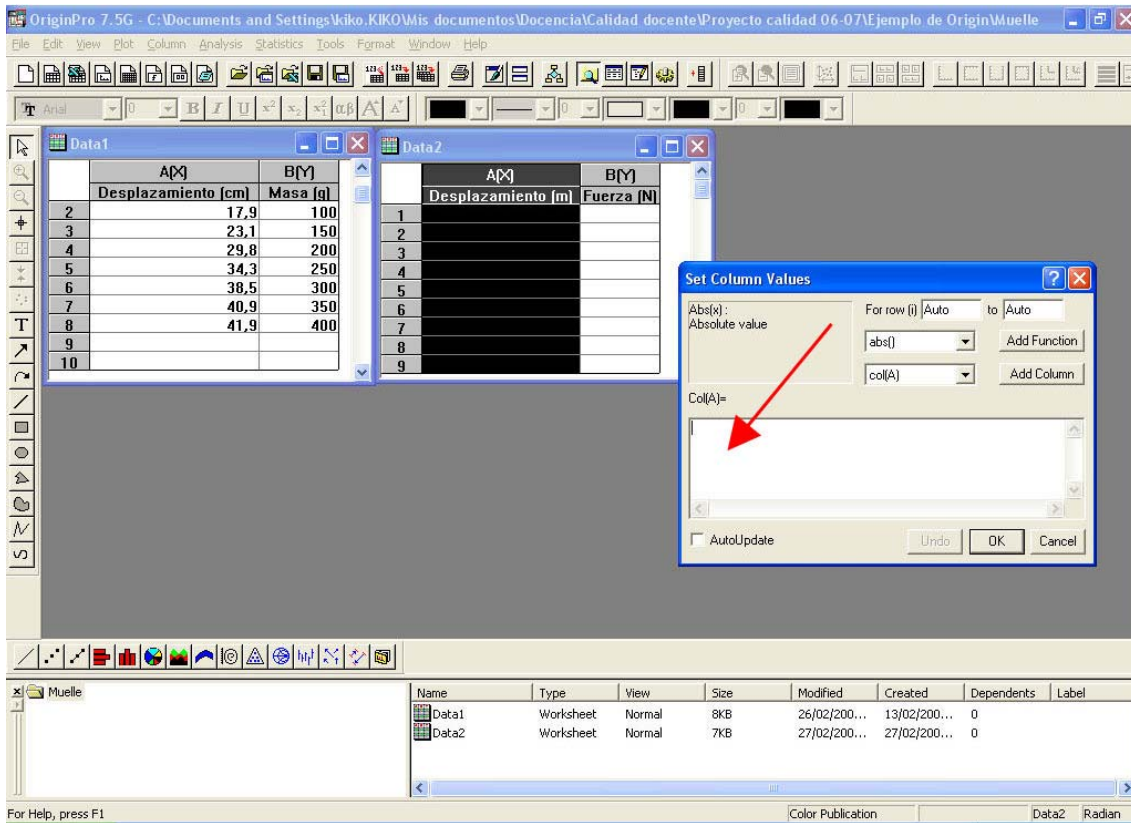

Figura 8
Tras esto aparece en nuestro proyecto de Origin una nueva hoja de cálculo llamada Data2, que es la que se utilizará para hacer los cálculos y las representaciones gráficas. Puesto que lo que quiere es comprobar si el muelle cumple la ley de Hooke, en primer lugar cambiamos las etiquetas de las dos columnas X e Y de la nueva hoja de cálculo a “Desplazamiento (m)” y “Fuerza (N)” respectivamente. Para transformar de acuerdo con nuestras necesidades los datos de la hoja Data1 y ponerlos en la hoja Data2, pinchamos con el botón derecho del ratón en la primera celda de la columna X de la hoja Data2 para seleccionar toda la columna. Pinchando en “Set column values” del menú contextual aparece una ventana nueva como se muestra en la figura 8. El espacio señalado por la flecha roja indica dónde introducir la nueva fórmula. En Origin se pueden introducir fórmulas haciendo referencia a otras celdas de cualquiera de las hojas de cálculo que formen parte de la misma. Para referenciar la columna A de la hoja Data1 y dividir el valor original por 100 para transformar el desplazamiento a metros, introduzcamos en el espacio señalado en la figura 8 “Data1_A /100”. Es conveniente señalar la casilla “AutoUpdate” para que los datos de la columna se actualicen automáticamente al modificar la columna A de la hoja Data1. La columna B se transforma de manera análoga introduciendo la fórmula “Data1_B * 9.81/1000”, teniendo por tanto en la columna B la fuerza en newtons.